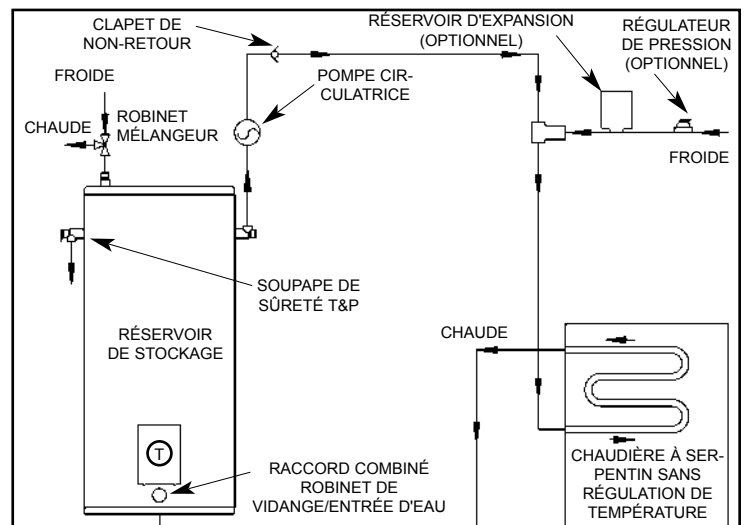

Figure 3 Un seul réservoir raccordé à une chaudière à serpentin sans régulation automatique de la température
stockage à une chaudière, il est recommandé de suivre le schéma de montage de la Figure 3. Dans une telle installation, où seul le différentiel de température entre l'entrée et la sortie de la chaudière est contrôlé, il est nécessaire de réchauffer l'eau froide qui s'amène dans le système avec de l'eau chaude provenant du réservoir de stockage. Veuillez contacter votre fournisseur local de produits de plomberie pour tout conseil concernant l'installation du réservoir de stockage dans une configuration différente (source de chaleur ou système de régulation) de celles proposées dans le présent manuel.
4. Dans le cas d'un raccordement à une chaudière, vissez le raccord combiné robinet de vidange/entrée d'eau sur le raccord inférieur du réservoir de stockage. Par la suite, raccordez l'orifice d'entrée du raccord combiné robinet de vidange/entrée d'eau, à la sortie d'eau chaude de la chaudière. Dans une telle configuration, il faudra raccorder, à l'aide d'un té, la canalisation d'alimentation en eau froide du système et la canalisation provenant du réservoir de stockage (sur laquelle se trouvera la pompe circulaire), à la canalisation d'entrée de la chaudière. Enfin, installez la pompe circulaire sur la canalisation provenant du raccord latéral supérieur du réservoir de stockage (voir Figure 3).